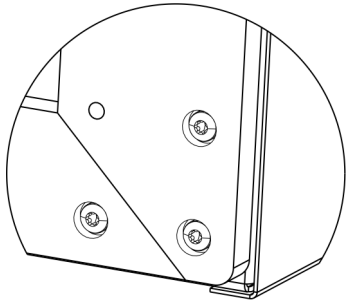

Fig. 3 : Détail des plaques de fixation
3. Vissez les 4 plaques de fixation à l'aide des 12 vis à tête conique M6 x 16 sur le côté inférieur. Les diminutions des plaques de fixation doivent pointer vers l'extérieur Fig. 3 .